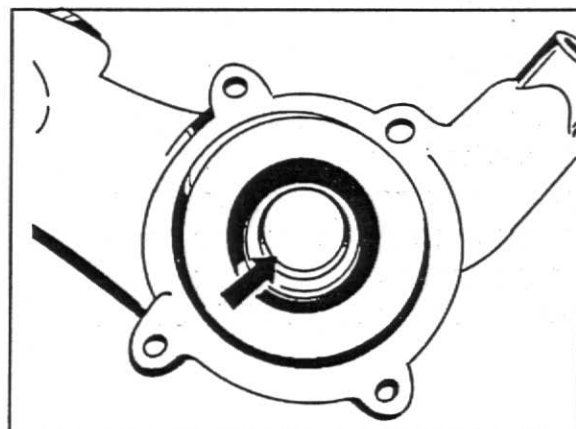

Fig. 12
8. Remova o conjunto do vedador traseiro, fig.12.